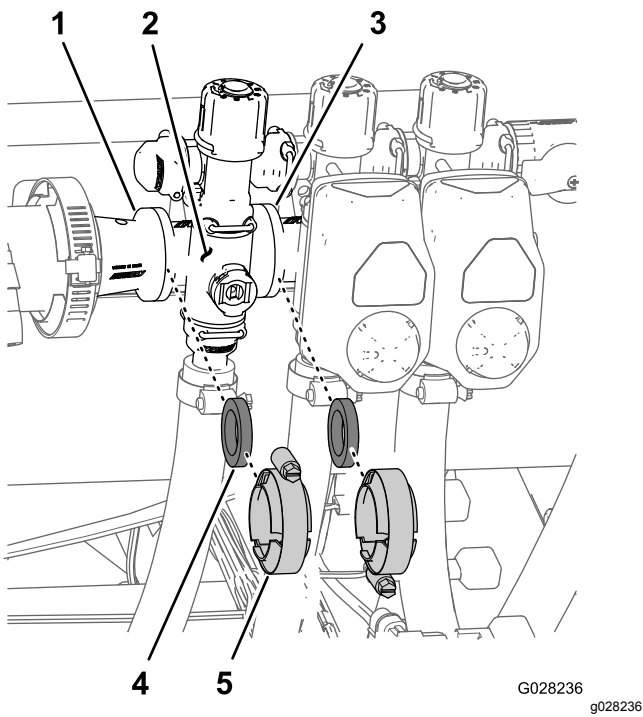

Bild 104
- Entfernen Sie die Klemmen und Dichtungen, mit denen der Verteiler für das Abschnittventil (Bild 104) an dem danebenliegenden Abschnittventil (falls linkes Abschnittventil auch die Reduzierkupplung) befestigt ist.